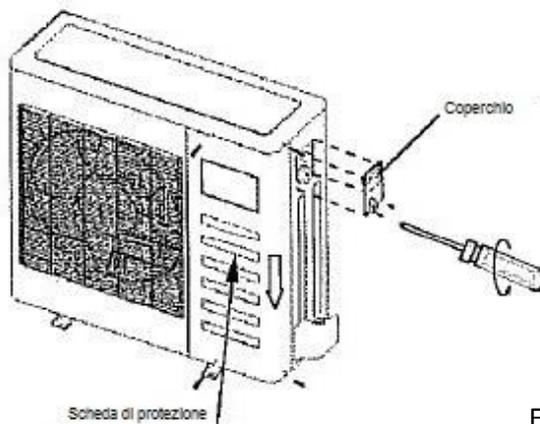

Fig. 9-2
- Svitare le viti dal coperchio. (Se non vi è un coperchio sull'unità esterna, svitare le viti dalla scheda di manutenzione, e tirarla in direzione della freccia per rimuovere la scheda di protezione.) (Vedere la Fig. 9-2)